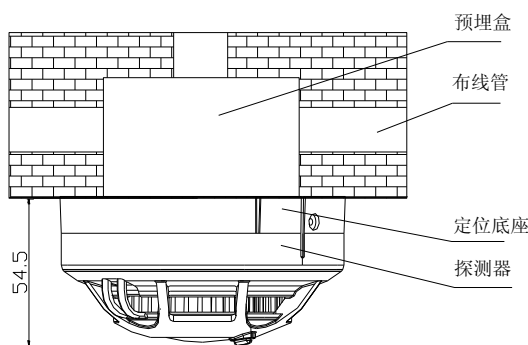

图 2 探测器安装示意图
1. 探测器安装示意图如图 2 所示，预埋盒采用 86H50 型标准预埋盒。